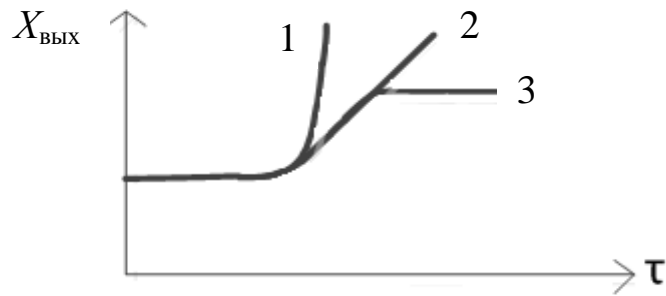

Рис. 1
4. Укажите, какая из приведенных на рис. 1 динамических (переходных) характеристик объектов (1, 2 или 3) характерна для объекта с самовыравниванием (статического объекта).